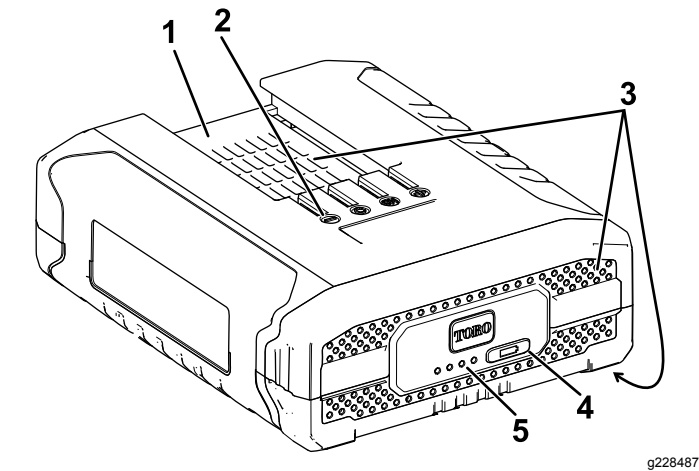

Figura 10
- 3. Alinee el hueco de la batería (Figura 10) con la lengüeta del cargador.